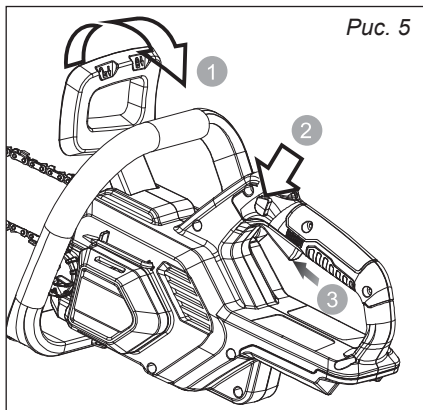

Рис. 5
- Несколько раз нажмите и отпустите основной выключатель. Двигатель должен включаться и выключаться без задержек. (не учитывая плавный пуск). Заедание, отложенный запуск или остановка не допускаются (рис. 5).